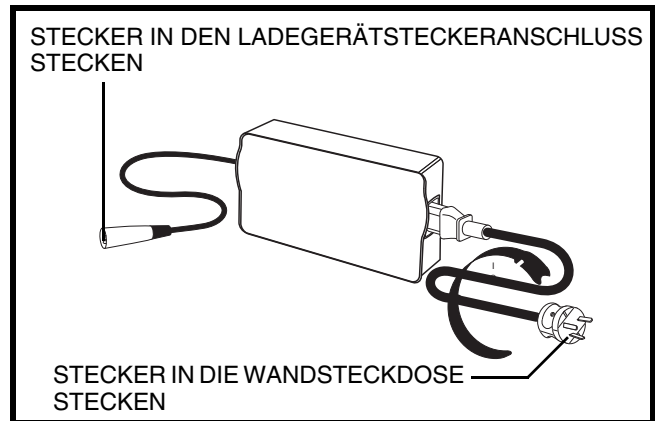

Abb. 10. Externes Ladegerät
4. Stecken Sie das 3 polige Ladekabel in den Ladegerätanschluss. **Siehe Abb. 10.**